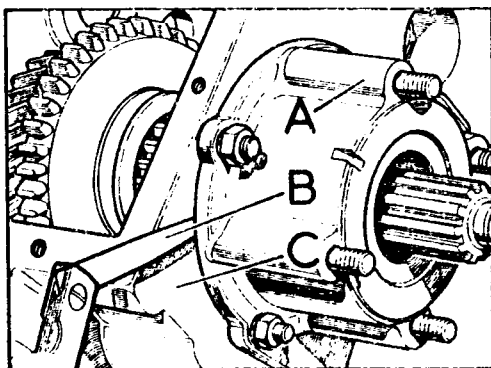
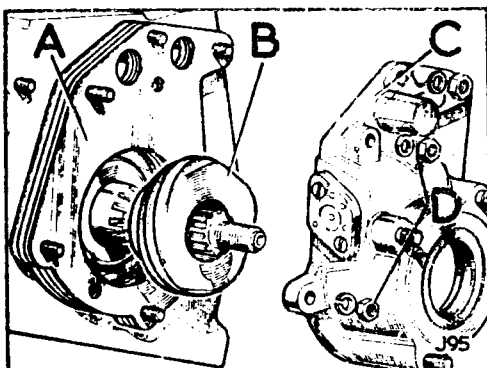

Fig. C1-43 Determinación de suplementos - para la caja del velocímetro
Fig. C1-44 Conjunto del mando del velocímetro
- d) Una vez que la carga previa sea correcta, se verificará que la separación entre la caja de velocímetro y la caja reductora es la misma en todos los puntos, lo que se determina por medio de una galga, B (Fig. C1-43). Esta separación será igual al grueso de los suplementos, A (Fig. C1-44) que será preciso colocar entre ambas cajas al hacer el montaje definitivo y mantener la carga previa - especificada.
- 4.7. Utilizando suplementos del grueso determinado anteriormente, se instalará el sinfín, B (Fig. C1-44) y la caja, C, del velocímetro, dando un par de apriete a las tuercas de fijación, D, de 1.3 á 1.8 mkg.